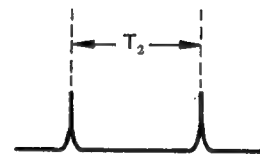

Abb. 8-19
2. TP5 auf dem Oszilloskop (Selbsttriggierung) beobachten und R778 so einstellen, daß, wie in Abb. 8-19 gezeigt, $T_1 = 4,4$ ms erhalten wird.
2. TP9 auf dem Oszilloskop (Selbsttriggierung) beobachten und R7770 so einstellen, daß, wie aus Abb. 8-19 ersichtlich, $T_1 = 4,6$ ms erhalten wird.